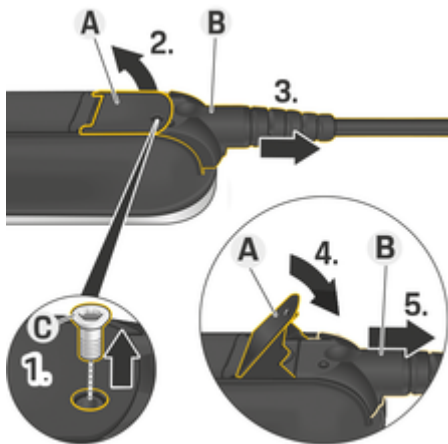

Bild 78 Lossa kabeln
- 1. Lossa skruven **C** (Bild 78) med ett lämpligt verktyg.
- 2. Fäll upp spaken **A** (Bild 78).
- 3. Dra ut kontakten **B** (Bild 78) till det första motståndet.